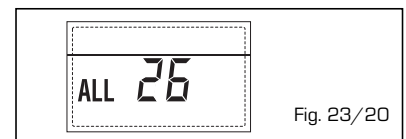

Fig. 23/20
**- ANOMALIA COERENZA APPLICAZIONE SOLARE "ALL 27" (fig. 23/21)**